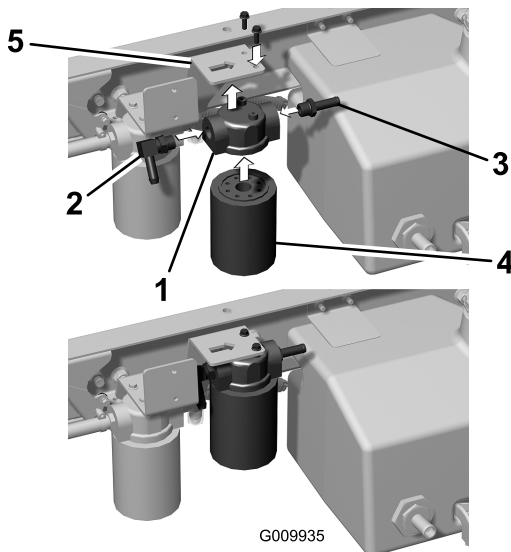

Figure 11
1. Montez un raccord à 90° cannelé sur le raccord d'entrée de la tête de filtre (Figure 11).
2. Montez un raccord droit cannelé sur le raccord de sortie de la tête de filtre (Figure 11).
3. Fixez la tête de filtre sur le support de châssis à l'aide de 2 vis à embase (1/4" x 3/4"), comme illustré (Figure 11).